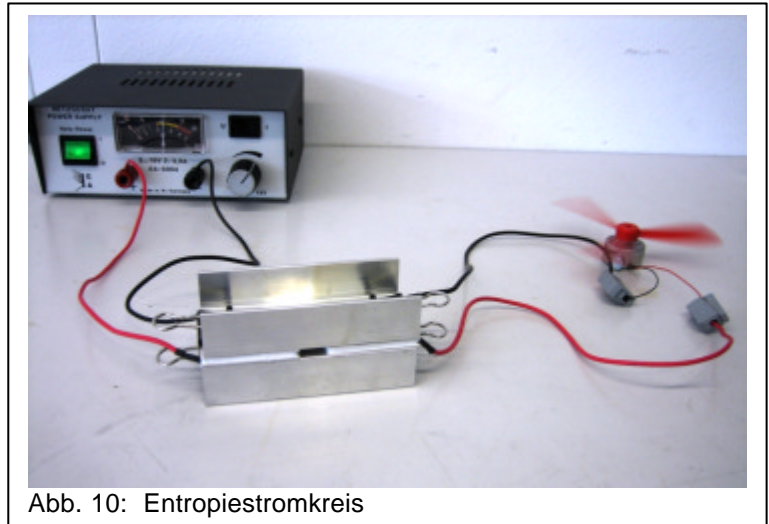

Abb. 10: Entropiestromkreis
**Versuchsaufbau:** Abbildung 10